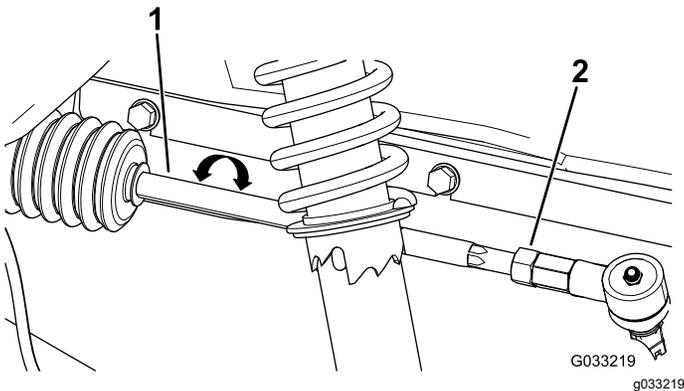

Figure 42
2. Si la mesure n'est pas comprise entre 0 et +/- 3 mm (0 et +/-1/8 po), desserrez les écrous de blocage aux extrémités extérieures des biellettes (Figure 42).